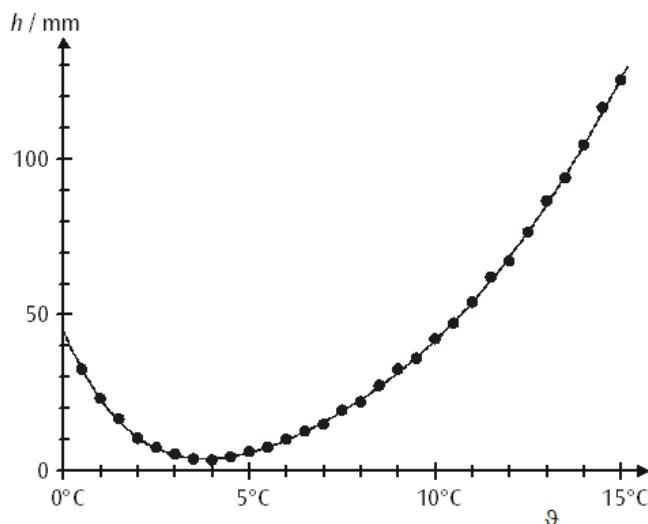

Fig. 3: Altura de ascensão h em função da temperatura θ
A fig. 3 mostra a representação gráfica dos valores da tabela 1. Por meio de extração é calculada a altura de ascensão h da água no tubo de ascensão para 0°C . Para os dados presentes obtém-se $h(0^{\circ}\text{C}) = 44,7 \text{ mm}$. A densidade relativa da água pode agora ser calculada por meio de (3).